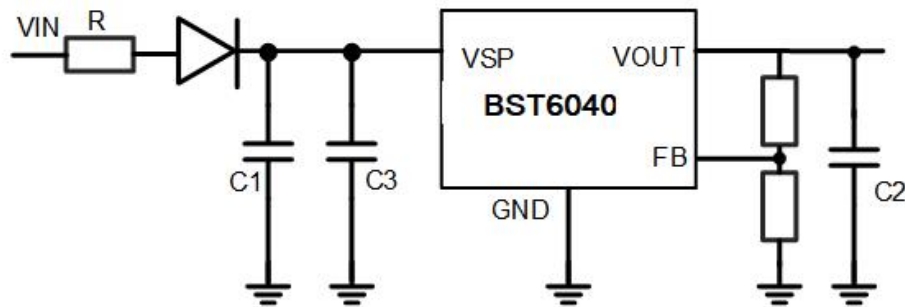

图 5-1 BST6040L 应用电路
2) 图 5-1 和图 5-2 给出了一种典型应用电路。为了确保控制环稳定，BST6040L 输出端需要一个容值至少 2uF、ESR 最大 3Ω 的输出电容,其中钽电容和多层陶瓷电容都合适。
4) 为了缓冲电源线影响,可在图 5-1 所示的应用电路中的输入端增加了